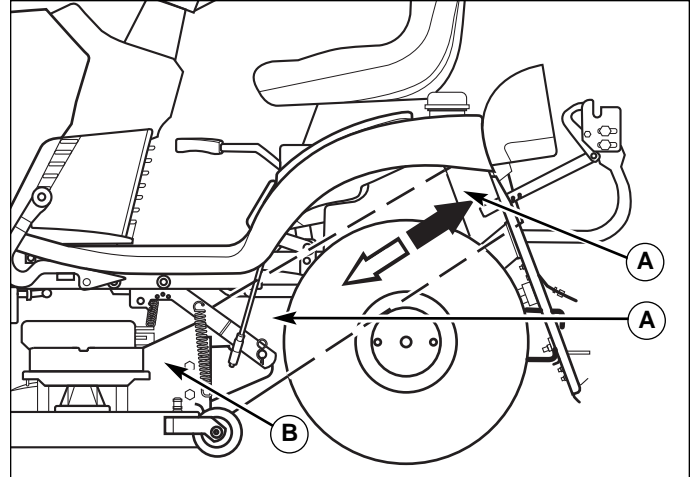

Figure 7. Tube de décharge
8. Pousser le tube de décharge (A, Figure 7) vers l'arrière pour le séparer de l'ouverture de décharge de la tondeuse (B).
3. Pousser le tube de décharge (A, Figure 7) vers l'arrière pour le séparer de l'ouverture de décharge de la tondeuse.